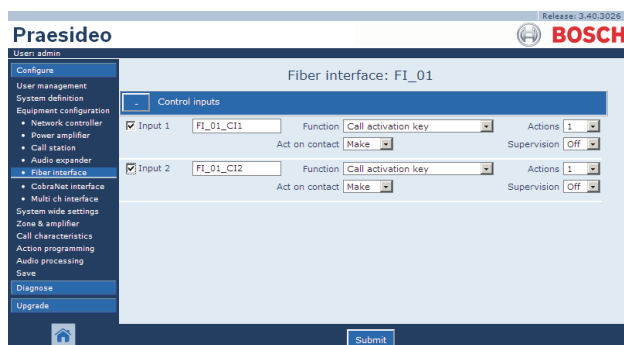

figura 44.51: Configurar uma interface de fibra, passo 2
- 2 Clique no nome da interface de fibra que pretende configurar. Aparece um ecrã semelhante ao da figura 44.51 na moldura principal da interface da Web.